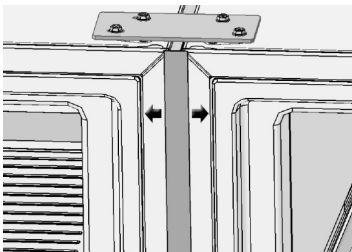

Fig. 17
b. Ajustez l'écart des unités au besoin pour centraliser la garniture du milieu. Commencez par fixer les vis sur le support supérieur 1H, afin d'espacer uniformément la garniture centrale (Fig. 17).